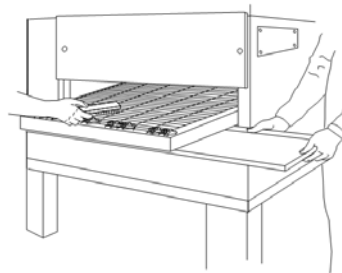

Рис. 4-2. Конвейерная лента и чистка лотка для крошек
C. Конвейерная лента (Рисунок 4-2)
D. Лоток для крошек (Рисунок 4-2)